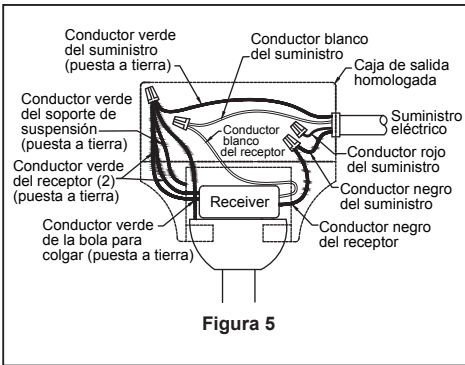

Figura 5
- ☐ 5. Pase los cables a través de la cubierta de unión del motor, la cubierta para el tornillo del capuchón y el capuchón de techo. (Figura 5)
4. Una vez realizadas las conexiones, los cables deben ser colocados de forma extendida poniendo el conductor de la toma de tierra y el conductor de toma de tierra del equipo a un lado de la caja, colocando el conductor sin toma de tierra en el otro lado de la caja. gire los conductores hacia arriba y, con cuidado, colóquelos dentro de la caja de salida; con los conductores blancos y verdes hacia un lado y los conductores negros hacia el otro. (Figura 5)
- ☐ 5. Para configurar el código del mando a distancia a las mismas posiciones que en el receptor. Mueva los interruptores de código hasta colocar el código de selección en la posición arriba o abajo. Con un destornillador pequeño o con una lapicera (no se incluye) deslice firmemente hacia arriba o hacia abajo. (Figura 5)